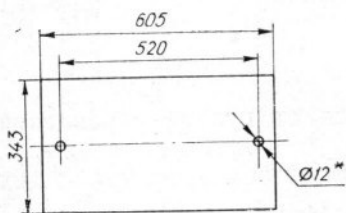

Рис. 6. Разметка отверстий для крепления устройства к полу
6.1. Установите распакованное устройство на место и закрепите при помощи комплекта крепежных деталей к полу (рис. 6).